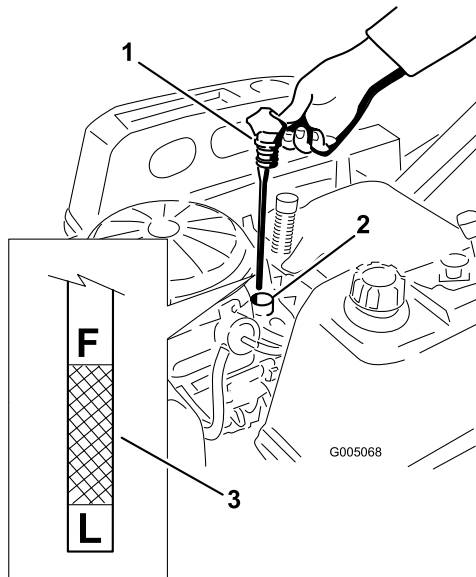

Figura 26
4. Retire el tapón de llenado/varilla de aceite y límpielo. Vuelva a colocar la varilla y empuje firmemente para asentarla en su lugar (Figura 26).
5. Retire la varilla y compruebe el nivel de aceite. (Figura 26).
- Gire la válvula de vaciado 1/4 de vuelta en el sentido contrario a las agujas del reloj para abrirla y dejar que el aceite se drene (Figura 28). Retire el tapón de llenado/varilla (Figura 26).
- Vierta lentamente un 80% aproximadamente de la cantidad especificada de aceite por el tubo de llenado (Figura 26).
- Coloque firmemente el tapón de llenado/varilla (Figura 26).
- Compruebe el nivel de aceite (Figura 26); consulte Verificación del nivel de aceite.